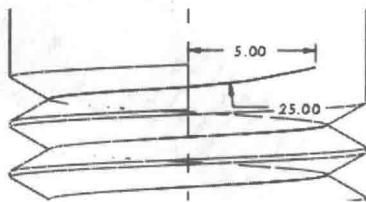
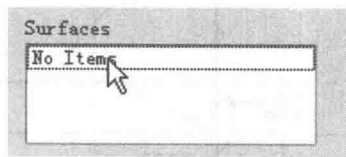

图 1-33
图 1-34
(3) 选择 Project a sketch，投影一个草绘图形。
(4) 单击  按钮，打开 Section 对话框。选择 TOP 基准面为草绘平面，RIGHT 基准面为参考面。
(5) 单击 Sketch 按钮，绘制如图 1-33 所示的一段圆弧。
(6) 单击  按钮，完成草图绘制，返回投影特征面板。
(7) 在 References 面板的 Surfaces 栏中单击，如图 1-34 所示，以选择曲面投影到哪一个曲面上。